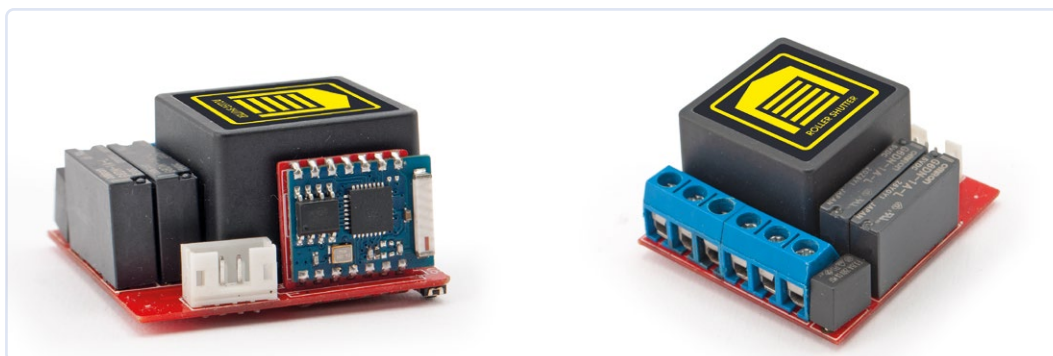

Figure 3. Montage du module ESP03 en position verticale sur le circuit imprimé. L'autre côté montre les borniers à vis pour les connexions.
- Pour gagner de la place, étamer le module ESP03 (U5) sur son circuit imprimé d'adaptation avant de le monter verticalement, comme le montre la **figure 3**.